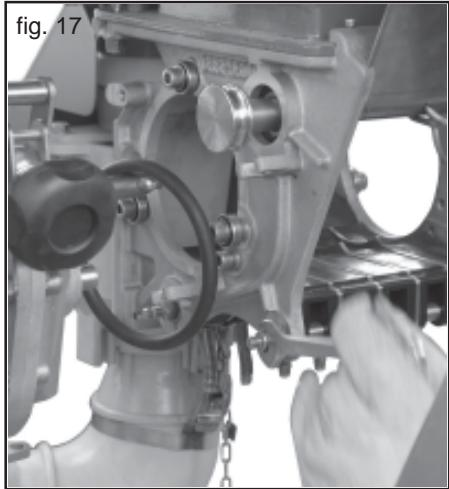

fig. 17
- 1) Per smontare il gruppo dei tastatori allentare i quattro dadi (davanti e dietro) (Fig. 17), utilizzando una chiave da 13 mm.